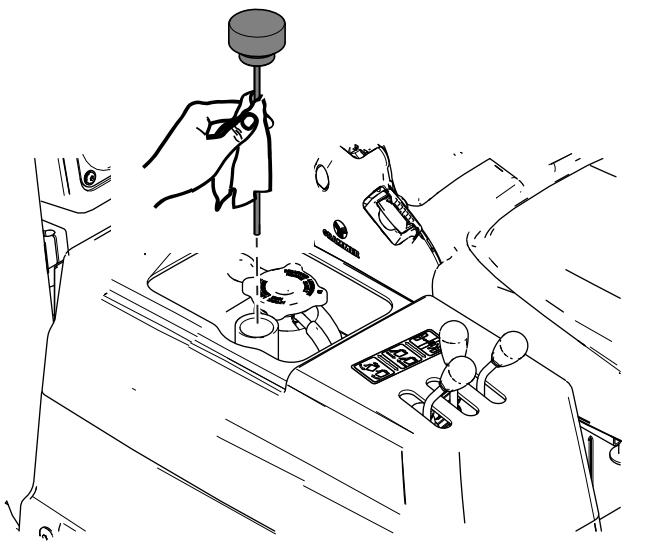

Figura 81
4. Retire a vareta do depósito hidráulico e limpe-a com um pano limpo (Figura 81).